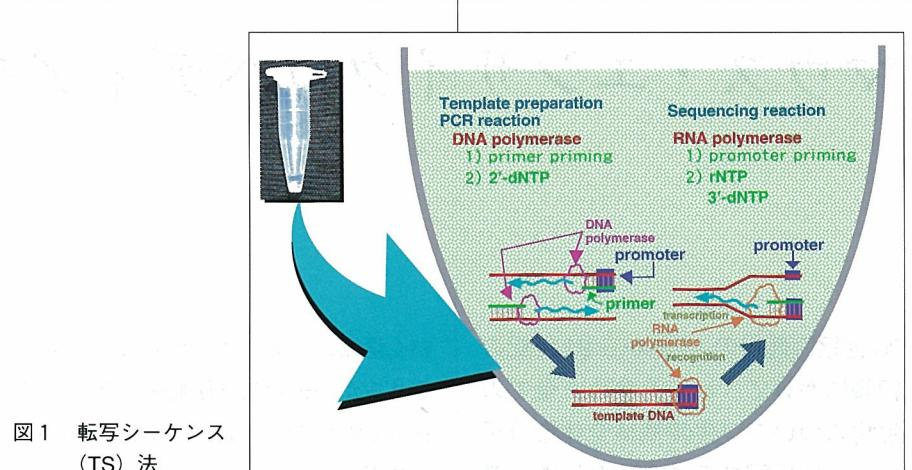

図1 転写シーケンス(TS)法
(1) 完全長cDNA：当時、ループができる2次構造の特徴からmRNAを完全にコピーした完全長cDNAを取ることは容易ではなかったが、一部ではなく全体の構造がわかれれば、機能の推察ができる。そこで、我々はcDNA合成の際、トレハロースによって逆転写酵素の耐熱化に成功し（Proc. Natl. Acad. Sci. USA, 95: 520-524, 1998）、完全長cDNA伸長法が確立された。また同時に完全長cDNA選択法開発にも成功したのである（Genomics, 37: 327-336, 1996, DNA Res., 4: 61-66, 1997）。これらの方法により良質なcDNAライブラリーの供給が可能となり、極めて独自の研究領域を展開することができるようになった。
(2) 高速シーケンス技術：パーキン・エルマー社を始めとしたアメリカの独壇場であるゲノム解析技術に頼らない独自の技術開発が必須であると感じた我々は、高速プラスミドプレパレーター、転写シーケンス(TS)法(図1)、高速シーケンサーの開発と、一連のゲノム解析に必要なツールを自前で用意した。これらを用いて最新鋭のシステム建設を開始した。